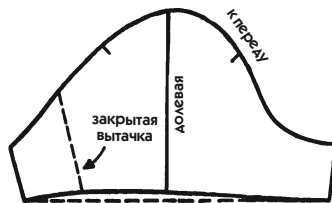

Рис. 206
3. Закройте полученную вытачку и вы увидите, что вся задняя часть рукава наклонена книзу (см. рис. 206). Склейте скотчем закрытую вытачку или переснимите лекало на другой лист.
- Для менее элегантной одежды, для которой небольшое отступление от технологии не представляет особой важности, можно провести прямую линию низа рукава, как показано на рис. 206 пунктирной линией.